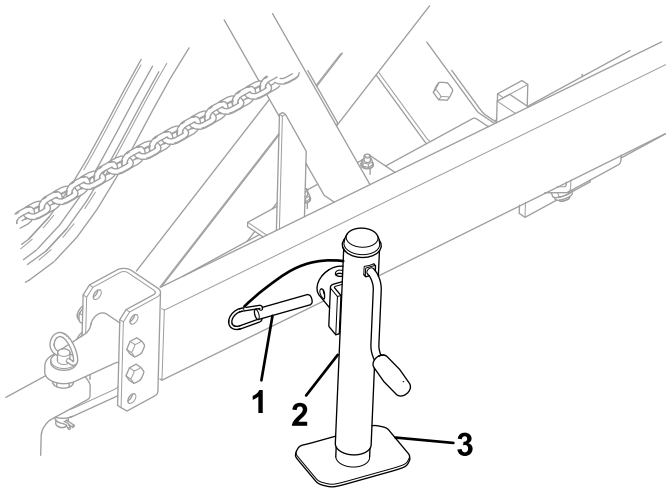

图 17
2. 垂直旋转千斤顶图 17。
3. 将存放管中的孔与千斤顶中的孔对齐图 17。
4. 将销插入存放管和千斤顶的孔中图 17。
2. 旋转千斤顶手柄以完全升起千斤顶垫请参阅图 17。